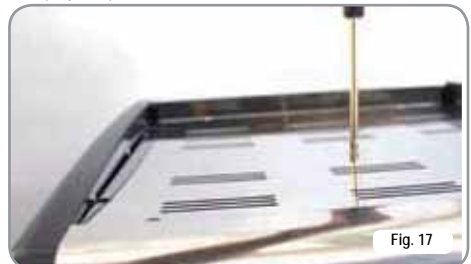

Fig. 17
- desenroscar el tornillo central del panel superior (Fig. 17);